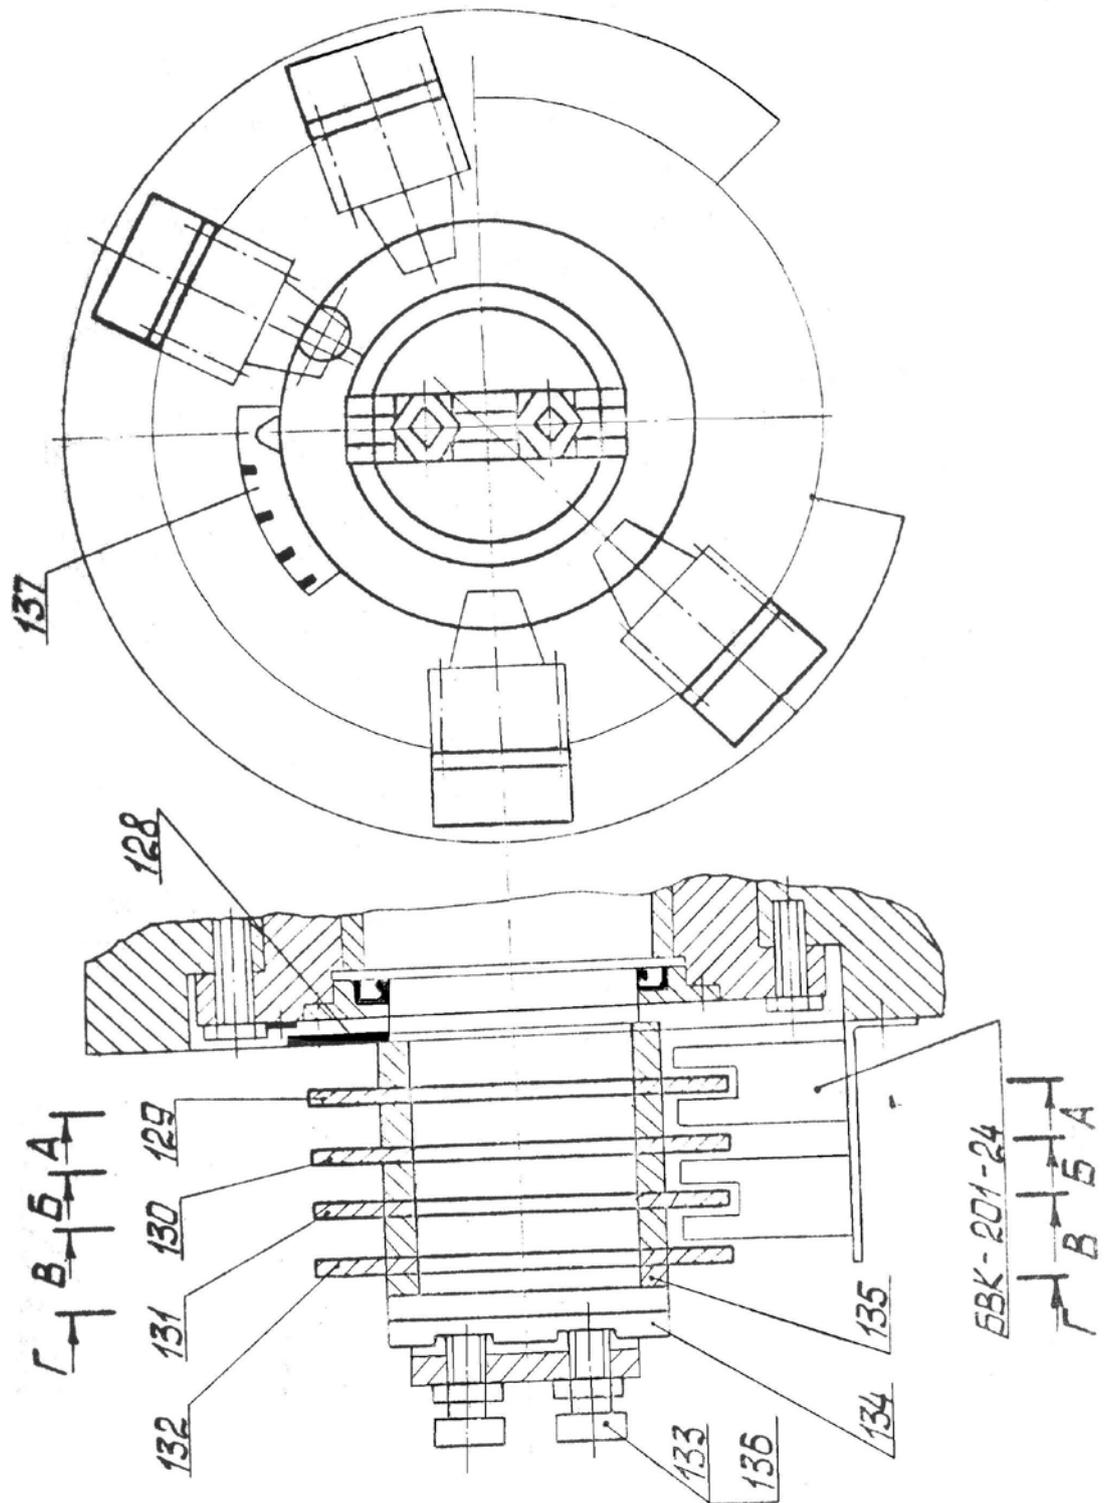

Рис. 12. Командоаппарат.
5.2.8. Командоаппарат (рис. 12)